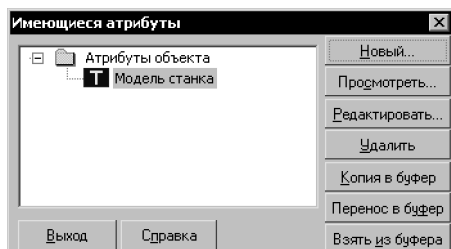

Рис. 145.1. Диалог работы с атрибутами объекта
2. Вызовите команду **Сервис — Атрибуты...** На экране появится диалог работы с атрибутами объекта (рис. 145.1).
2. Вызовите команду **Сервис — Атрибуты....** На экране появится диалог работы с атрибутами (рис. 145.1).
Операции с атрибутами геометрических объектов производятся в диалоге (рис. 145.1), вызываемом командой **Сервис — Атрибуты...**